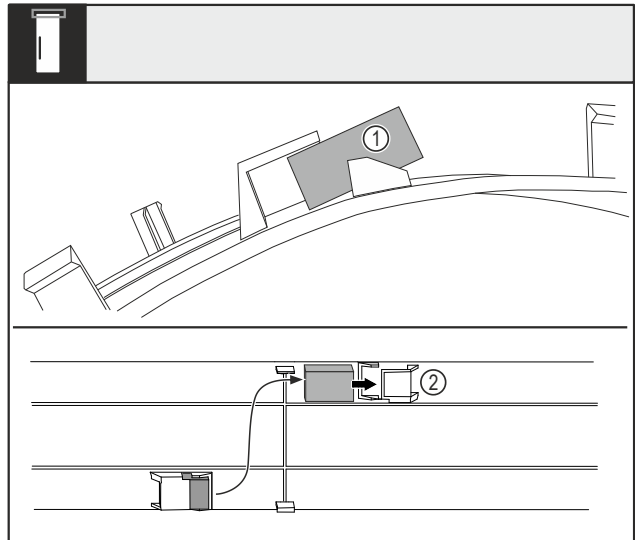

Fig. 15
- Bøj afdækningen, og træk dørmagneten Fig. 15 (1) ud af lommen.
- Skub dørmagneten ind i den anden lomme Fig. 15 (2).